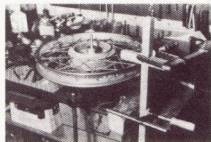

Bild 213
- Mit Schraubzwingen befestigt man Holzleisten an der Tischkante der Werkbank: Eine senkrechte Leiste zur Feststellung des Höhenschlags und an dieser eine waagerechte Leiste zur Feststellung des Seitenschlags. Die Leisten werden möglichst nahe an die Felge herangerückt, sollen diese jedoch nicht berühren (siehe hierzu Bild 213).